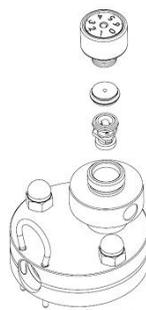

fig. 28
- Montare la valvola di ritegno e la rondella dell'ugello e riposizionare la vite per la regolazione dell'aria. (fig. 28)